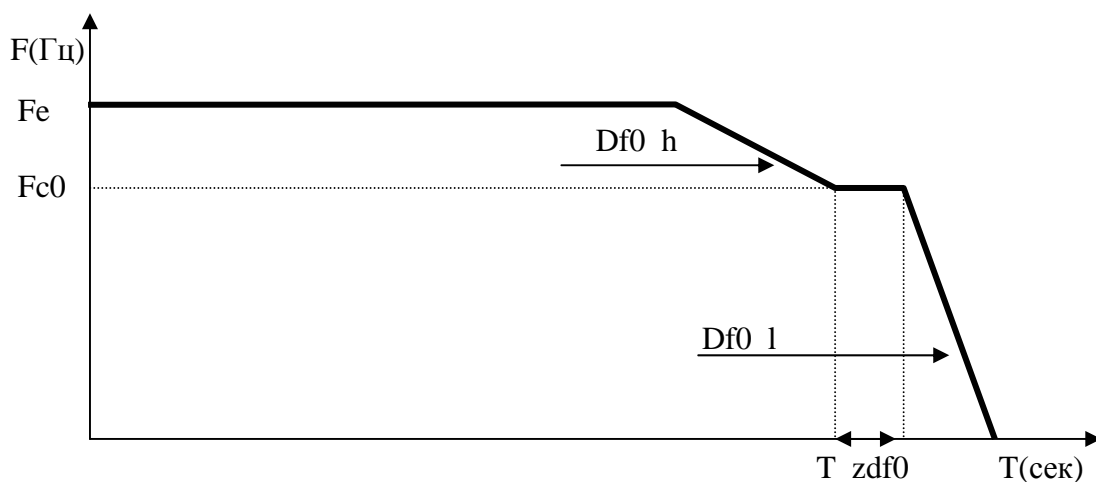

Рис. 6. Диаграмма работы БУАД-7-10 при выключении направления
3.9.4.1. Если направление вращения снято ( $ОД, ЗД = 0, 0$ ), выходная частота *Устройства* начинает уменьшаться (**рис. 6**).